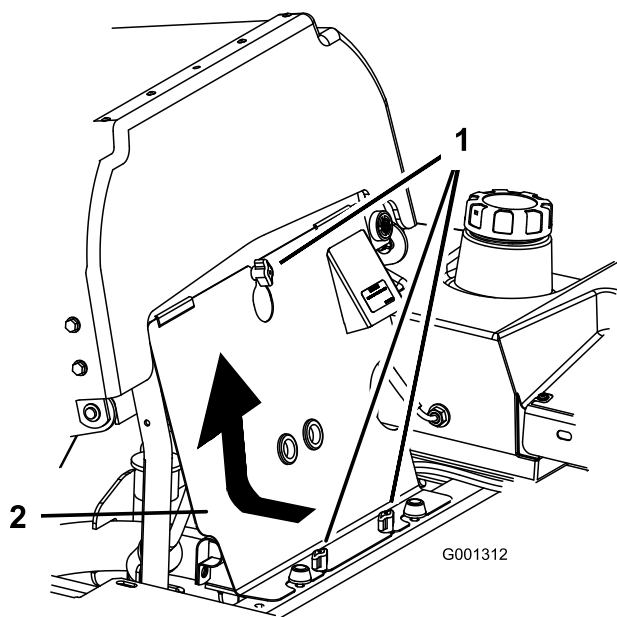

Figura 68
3. Afloje los cierres del panel delantero del motor y retire el panel (Figura 68).